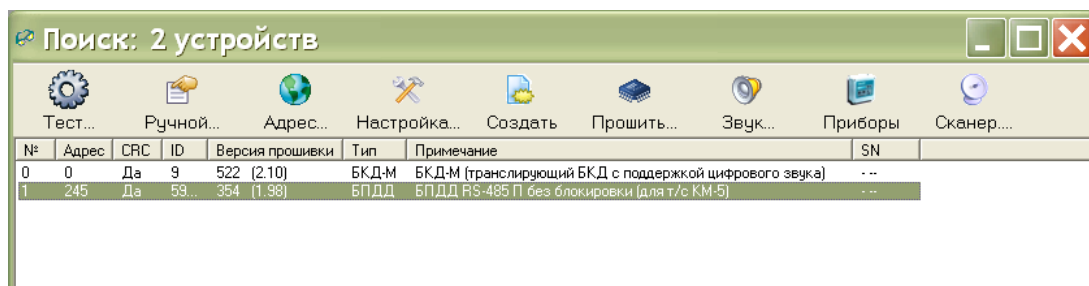

Рисунок 17 - Найдено адресное устройство
- 4) Проверить что найден подключенный адресный блок (рисунок 17). В окне поиска выбрать найденный блок и нажать кнопку «Сканер».